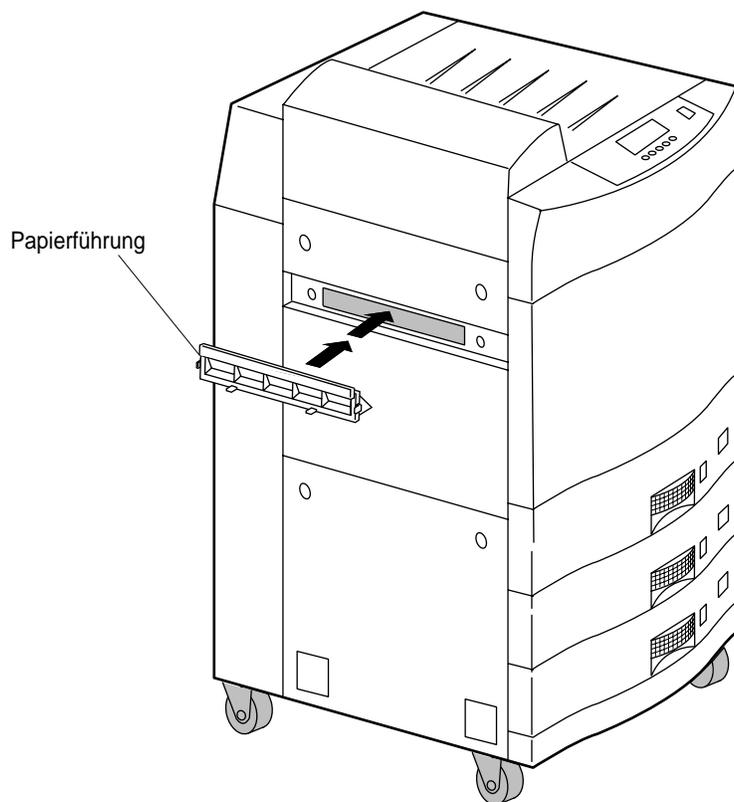

Abbildung 4-24 Papierführung anbringen
3. Bringen Sie die Papierführung an (siehe Abbildung 4-24).